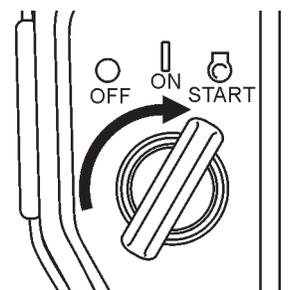

Abb. 36. Motorschalter am Motor, Position START
7. Den **Moterschalter** (Abb. 36) auf **START** stellen, um den Starter zu aktivieren.